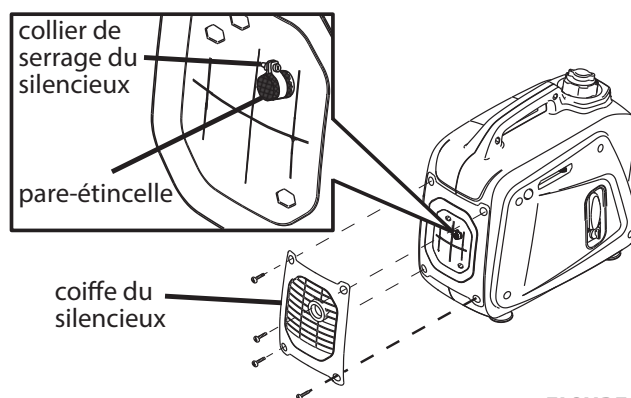

FIGURE 10
1. Déposer la coiffe du silencieux. **VOIR FIGURE 10**